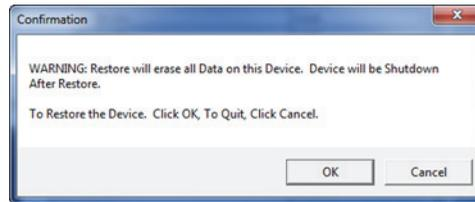

Figura 6-35 Cuadro de diálogo Confirmation para confirmar la restauración
5. Cuando el cuadro de diálogo **Confirmation** aparece (vea la Figura 6-35 en la página 364), haga clic en el botón **OK** para iniciar el proceso de restauración.